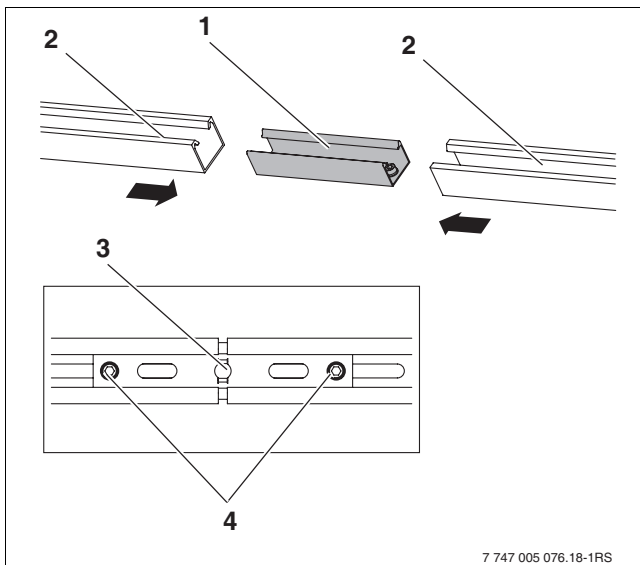

Bild 49 Profilschienen verbinden
- Steckverbinder (Bild 49, [1]) bis zum Anschlag in beide Profilschienen [2] schieben.
- Zur Arretierung die beiden vormontierten Gewindestifte M10 (Bild 49, [4]) im Steckverbinder mit Schlüssel SW5 anziehen.
- Profilschienen über die Bohrung (Bild 49, [3]) im Steckverbinder an der mittleren Profilschiene-Kollektor anschrauben.